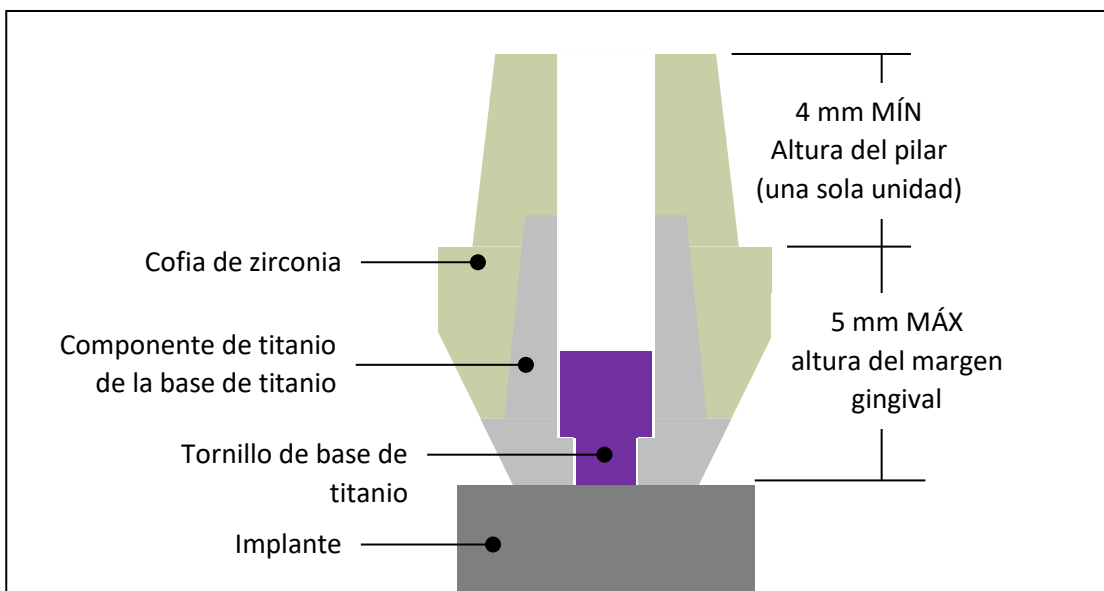

Figura 2: Limitaciones del diseño de la cofia de zirconia (superestructura)
- Altura máxima del margen de 5 mm (consulte la **Figura 2**).
- Los pilares base de titanio con una altura de poste inferior a 4,0 mm solo están diseñados para restauraciones de varias unidades (consulte la **Figura 2**).